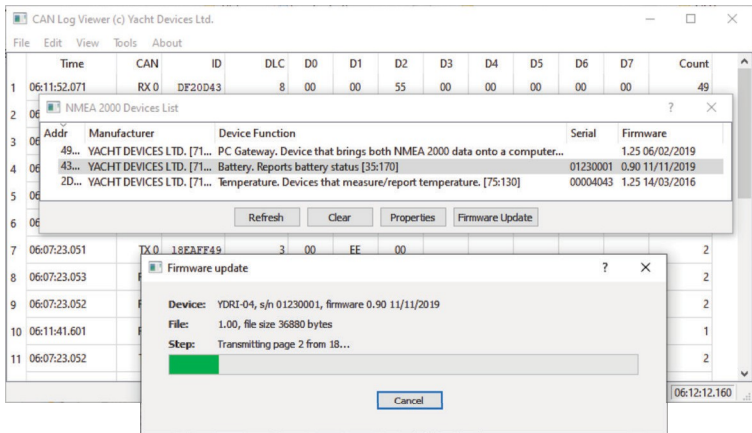

Рисунок 10. Обновление прошивки с помощью CAN Log Viewer
2. Нажмите кнопку «Обновить» (см. рис. 10 на следующей странице) в открывшемся окне и дождитесь появления устройства в списке.